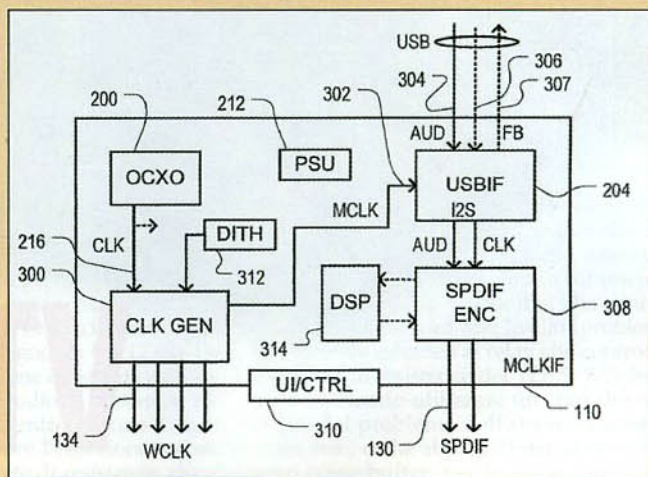
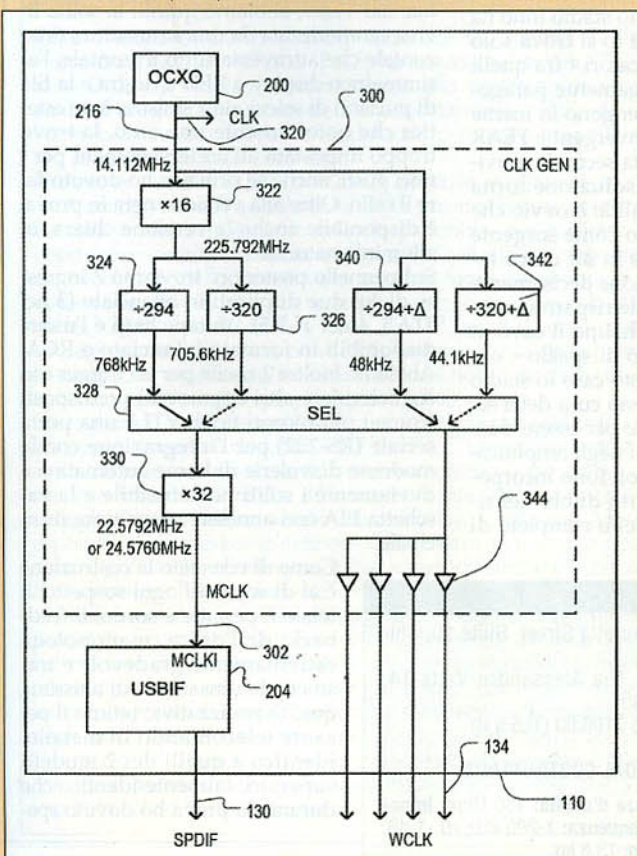

Figura 3 - Principio di funzionamento del "blocco" generatore di clock/decodificatore USB.
Figura 4 - Principio di funzionamento del solo generatore di clock.
In figura 3 è mostrato lo schema di funzionamento del blocco "master clock e interfaccia" (110): il generatore di clock (300) riceve il segnale di riferimento dall'oscillatore al quarzo (200) e fornisce quindi il "word clock" WCLK alle uscite (134). Il "canale" audio (304) viene controllato in accordo con i parametri ricevuti dal PC, attraverso il canale di controllo (306). Il canale di controllo di ritorno (307) ha il compito invece di variare opportunamente il "rate" del flusso audio in (304). Il flusso audio digitale con il suo clock viene inviato secondo il protocollo I²S dal modulo interfaccia USB (204) al modulo codifica SPDIF (308) ed infine inviato alle uscite (130); un DSP ("Digital Signal Processor") opzionale può eventualmente essere utilizzato come convertitore di frequenza di campionamento, come equalizzatore o altro. Diamo ora un'occhiata più da vicino (vedi figura 4) al funzionamento del generatore di clock (300). Il quarzo (200) fornisce un clock di riferimento ultra-preciso pari a 14,112 MHz attraverso la linea (216), il moltiplicatore di frequenza x16 (322) lo alza a 225,792 MHz, mentre successivamente due divisori generano contemporaneamente due clock, uno pari a 768 kHz e l'altro a 705,6 kHz, che vengono selezionati dal multiplexer (328) e da questi inviati ad un ulteriore moltiplicatore x32, che fornisce il master clock dell'interfaccia USB attraverso la linea (302).